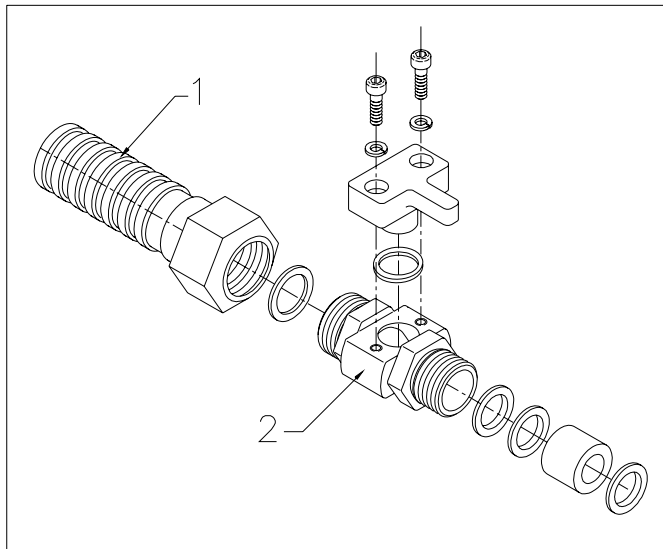

Fig. 9.2
Denne slange består af en fleksibel kabelstrømpe af rostfrit stål (Fi. 9.2. pos. 1) og enspecial kabelindføring (fig. 9.2. pos. 2) der beskytter kablet mod mekaniske og kemiske beskadigelser.